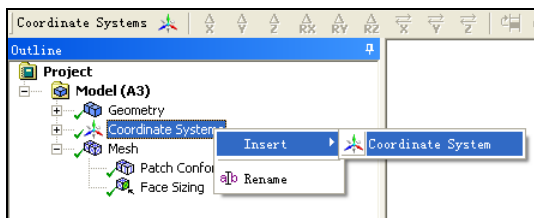

图 3-79 快捷菜单
- 步骤 01** 在分析树中的  Coordinate Systems 上单击鼠标右键, 在弹出的快捷菜单中选择 Insert→Coordinate System 命令, 在模型中插入一个坐标系, 如图 3-79 所示。